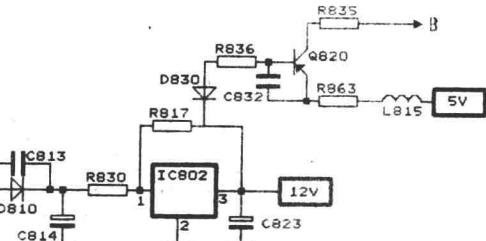

图 8
8. 12V 短路保护:D830、Q821 组成的 +B 12V 短路保护如图 8 所示。电路正常、D830 反偏截止, Q821 截止。一旦 12V 短路, 即 IC802③②两脚之间短路时, C823 正端电位大幅度降落,Q821、D830 迅速导通, 中心检测点呈高电位, 复合保护电路工作, 电路设定至备用状态。